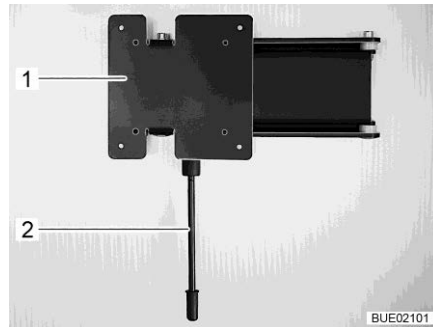

Bild 90 Vägghållare
- Dra låsspaken (Bild 90,1) nedåt och sväng fästet (Bild 90,2) med den platta bildskärmen till önskat läge.